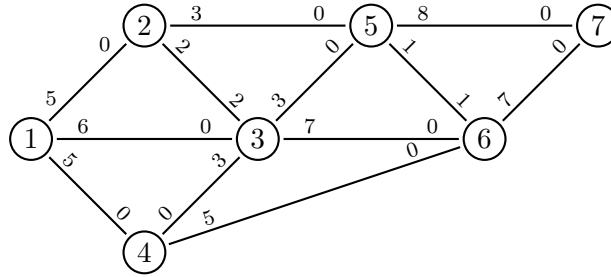

Figura 4.8: Grafo - Ejemplo 7
**Ejemplo 7** Determinar el flujo máximo en la red (Figura 4.8).